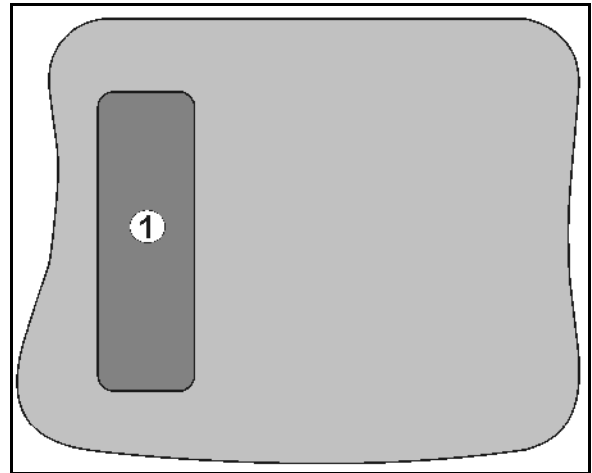

Fig. 8
- Auf der Geräte-Rückseite befindet sich die Shift-Taste  (Fig. 8/1).